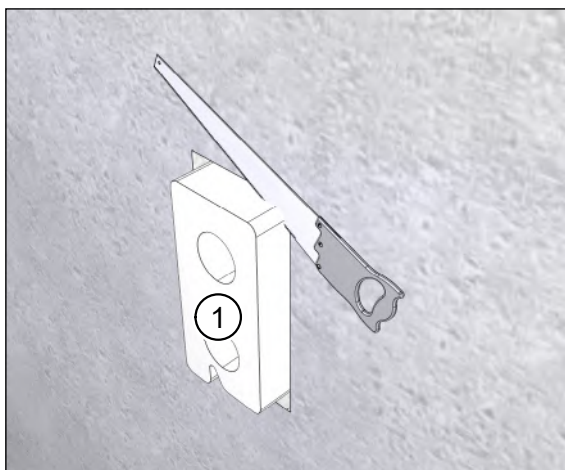
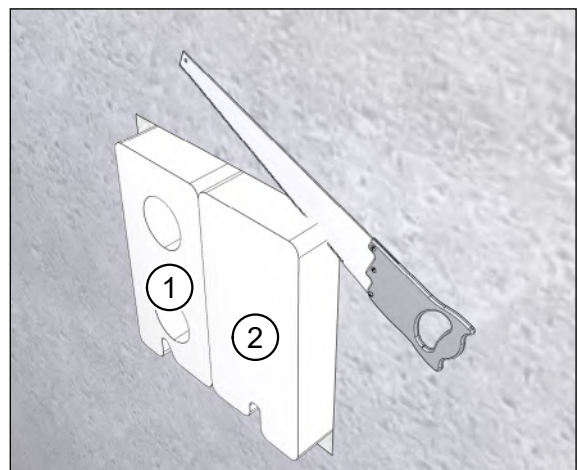

Abb. 36: Mauerkasten **ohne** Füllstück anpassen
Abb. 37: Mauerkasten **mit** Füllstück anpassen
- ▶ Kürzen Sie mit einer Styroporsäge den überstehenden Mauerkasten (Pos. 1 in Abb. 36 und Abb. 37) und ggf. das Füllstück (Pos. 2 in Abb. 37), so dass diese bündig mit der Massivwand oder der angebrachten Dämmung sind.